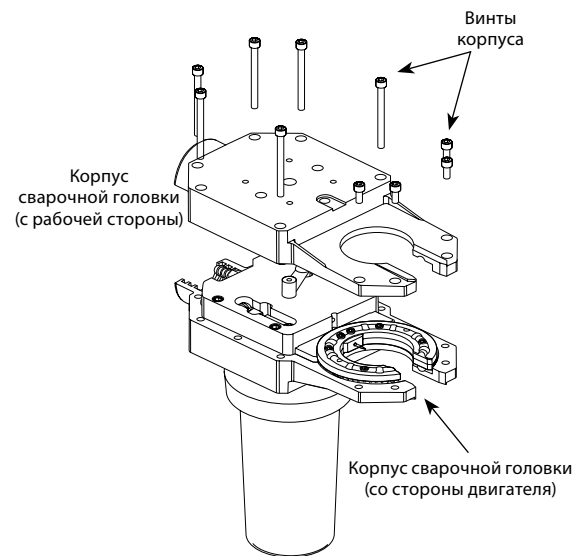

Рисунок 32. Снятие половины корпуса сварочной головки со стопорным кольцом
5. Извлеките винты из корпуса сварочной головки. Слегка покачивая, осторожно отделите половину корпуса сварочной головки со стопорным кольцом от половины с двигателем. См. рисунок 32.
6. Осторожно разделите половины корпуса сварочной головки, стараясь не повредить внутренние детали. См. рисунок 32.